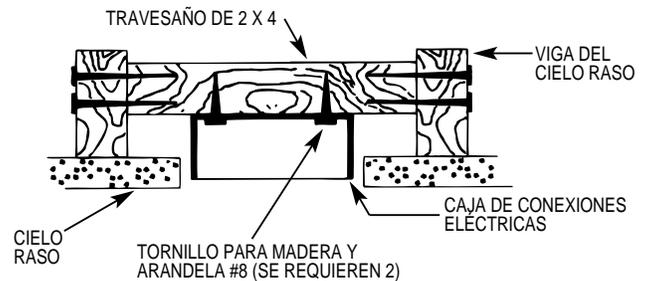

FIGURA 2. Caja de conexiones eléctricas
A. Instale una caja metálica de conexiones de 4" x 1-1/2" o de 4" x 1/2" en un travesaño de 2" x 4" entre dos de las vigas del cielo raso como se muestra en la Figura 2. La caja debe quedar un mínimo de 1/16" (1,6 mm) más alta que el cielo raso. Asegure la caja al travesaño taladrando dos agujeros piloto no mayores que el menor diámetro de los tornillos (5/64") y use dos tornillos para madera #8 x 1-1/2" con arandelas. Use los agujeros de más adentro para asegurar la caja. Oriente la caja de manera que los agujeros de más afuera sean usados en el Paso 4B.